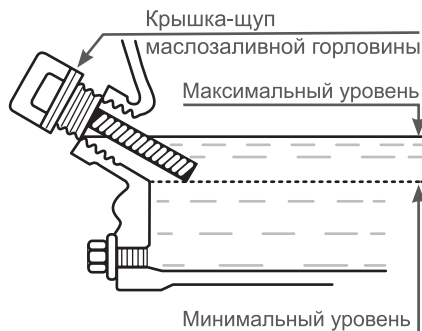

Рис. 13 Проверка уровня масла в картере
Максимальный уровень масла в картере соответствует нижней кромке заливного отверстия (Рис. 13).
4. Аккуратно извлеките щуп и осмотрите его. Уровень масла должен соответствовать верхней отметке на щупе. При недостаточном уровне масла в картере необходимо долить чистое масло до верхней отметки на щупе, что соответствует нижней кромке заливного отверстия (Рис. 13).